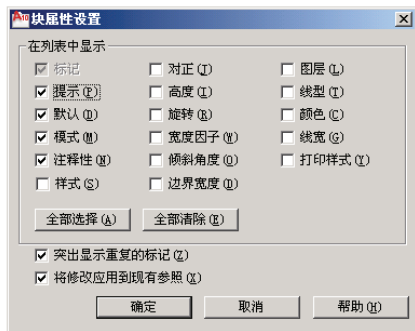

图 7-35 “块属性设置”对话框
(7) **设置**按钮：选择列表中的块后单击或右击鼠标后选择设置菜单将弹出图 7-35 所示“块属性设置”对话框。